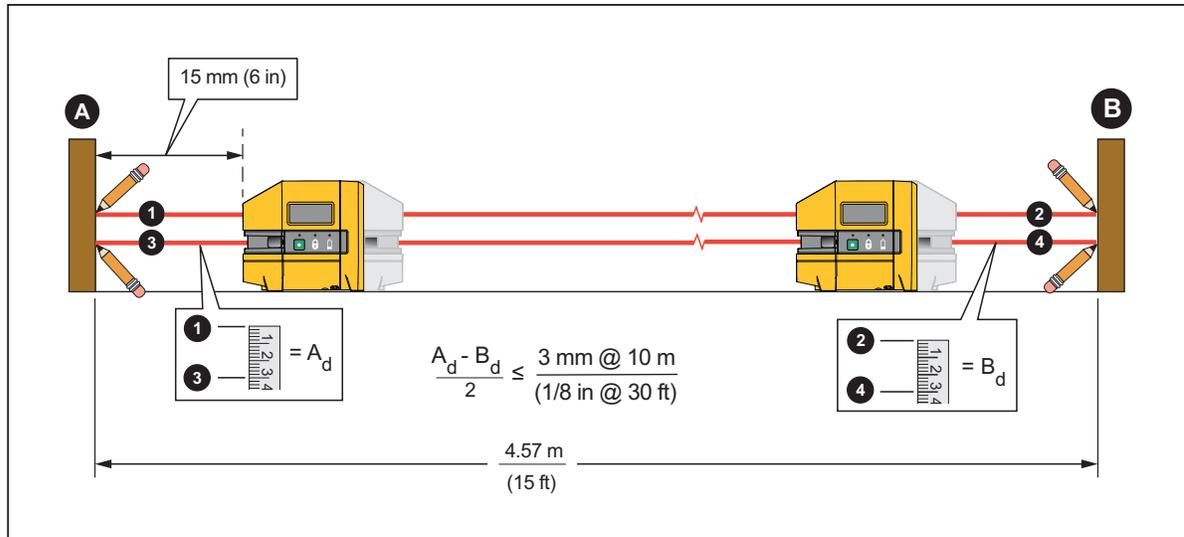

Figure 7. Niveau de précision
1. Trouvez un site horizontal qui est à peu près de niveau, de préférence une dalle en béton, qui fait $\geq 4,57$ m de large avec deux murs opposés à utiliser comme cibles. Vous pouvez également utiliser des bouts de bois comme cibles. Voir la figure 7.